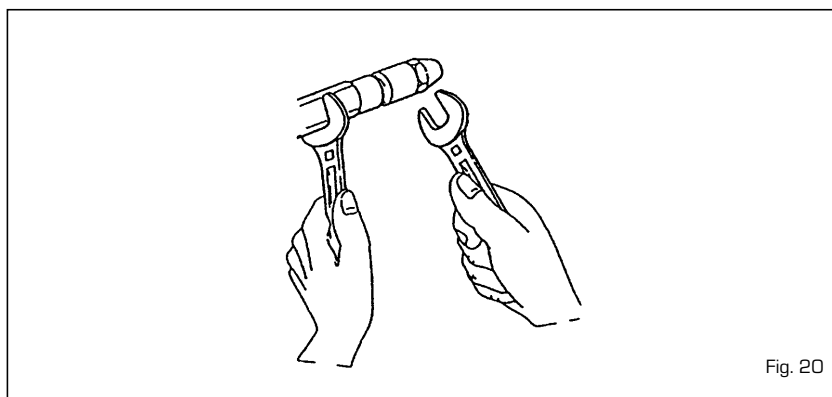

Fig. 20
4.5.3 Sustitución del inyector (fig. 20)
- Bloquear el porta inyectores utilizando una llave n° 19 y destornillar el inyector con una llave n° 16 [fig. 20].